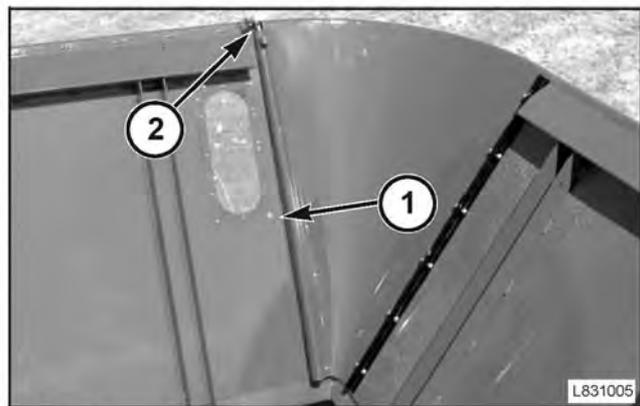

FIG. 224
FIG. 224: Las extensiones del tanque de granos (1) también pueden plegarse (sin retirar la luz interior de la tolva) para reducir la altura de la máquina. Para bajar las extensiones destrabe las horquillas (2) ubicadas en cada esquina del tanque, pliegue los vértices y asegure con la horquilla de traba. Haga descender las secciones laterales primero, luego la sección delantera y trasera. Estas últimas se apoyarán sobre las secciones laterales.